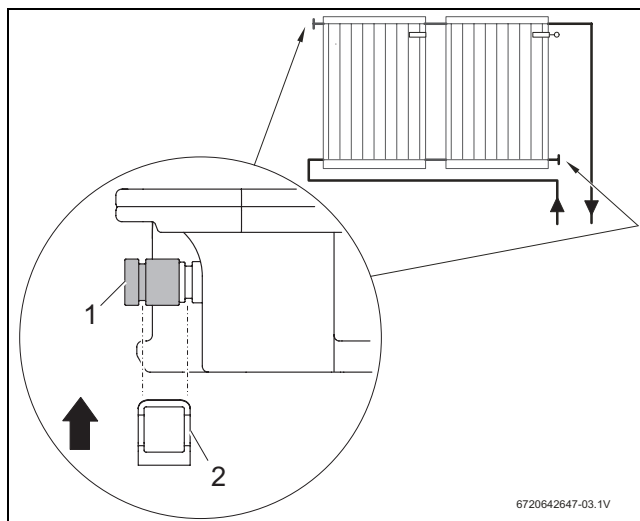

Fig. 35 Asegurar la caperuza de cierre con una abrazadera
- Deslizar la caperuza de cierre con las juntas tóricas (Fig. 35, [1]) sobre la conexión del captador.
- Deslizar la abrazadera (Fig. 35, [2]) sobre la caperuza de cierre y la conexión del captador para asegurar dicha conexión.